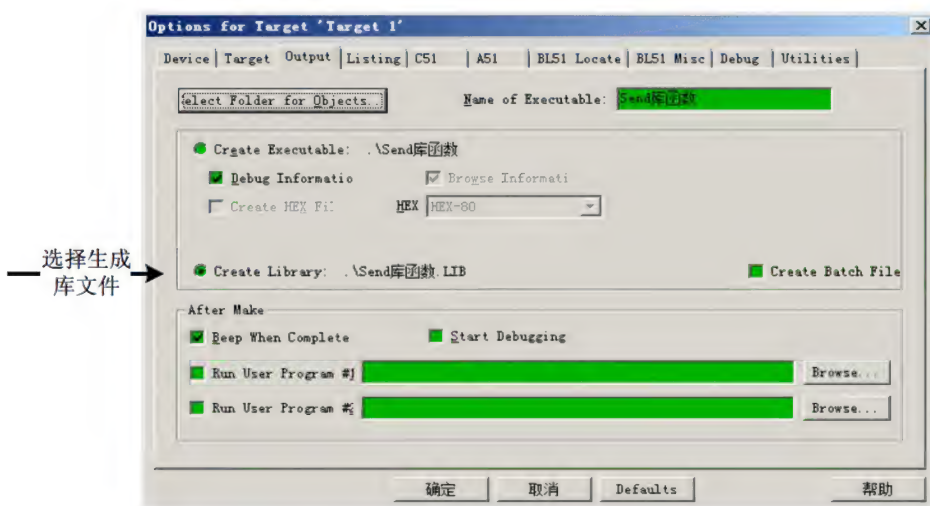

图 6.2 选择生成库文件
- (1) 按照 C51 语言的规范在.c 文件中编写用户库的对应函数。
- (2) 按照 C51 语言的规范在.h 文件中编写用户库函数对应的函数声明。
- (3) 在选择 Keil  $\mu$ Vision 的 Project/Option for 菜单弹出的设置窗体中选择生成.lib 文件而不是.hex 文件, 如图 6.2 所示。